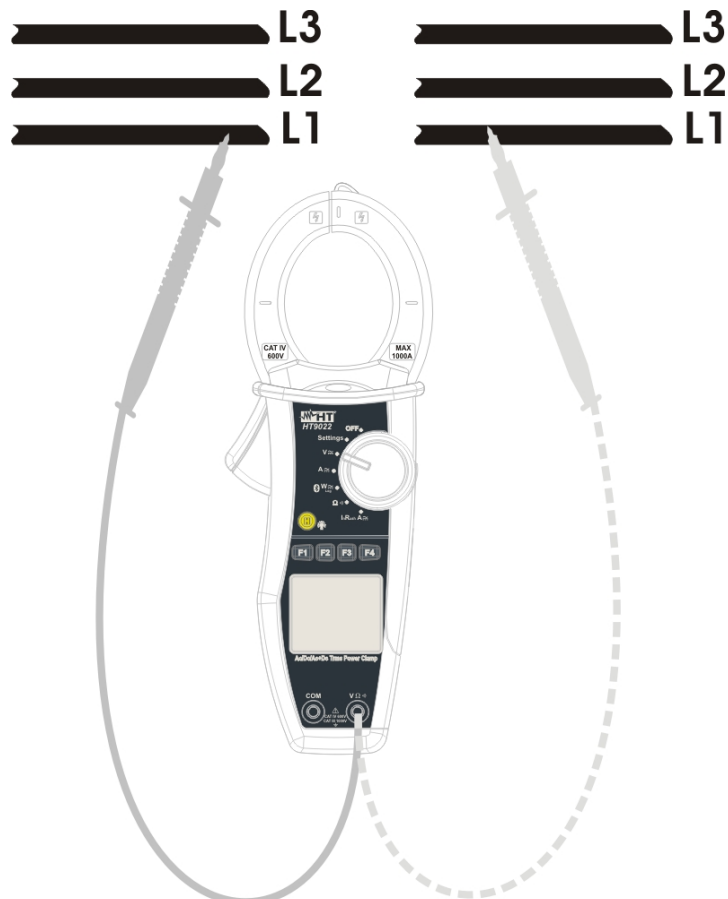

Fig. 8: verifica della Concordanza delle Fasi
2. Inserire il cavo rosso nel terminale di ingresso $V\Omega$ e collegare il puntale Rosso alla fase L1 della prima terna (Fig. 8).